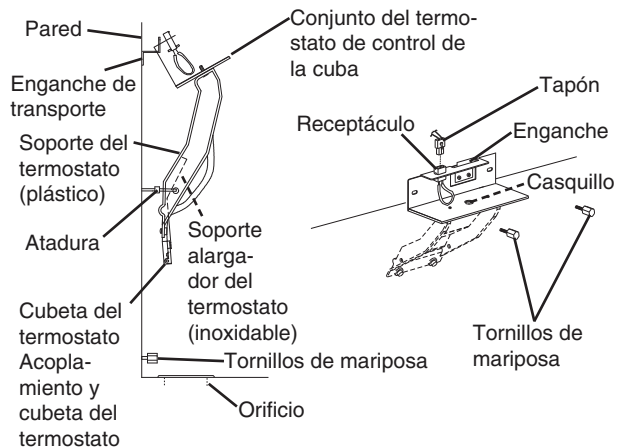

Fig. 3a
- 5) Instale el termostato de control de la cuba como se indica a continuación. Ver Fig. 3a y 3b.